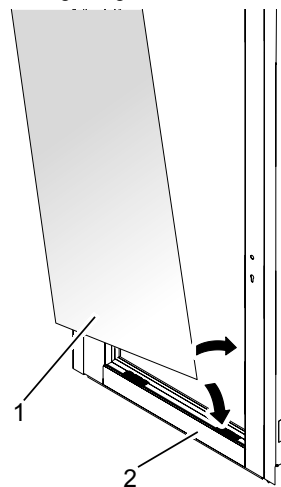

Abb. 32: Glasscheibe einsetzen
2. Glasscheibe (Abb. 32/1) in Flügel (Abb. 32/2) einsetzen.